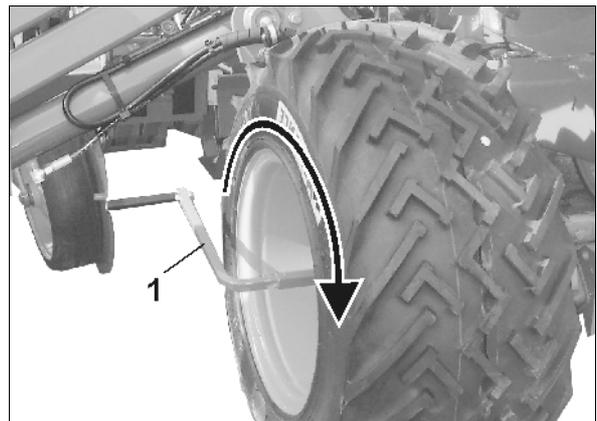

Fig. 52
6. Insérer la manivelle dans l'arbre (Fig. 52/1) au niveau de la roue d'entraînement droite.